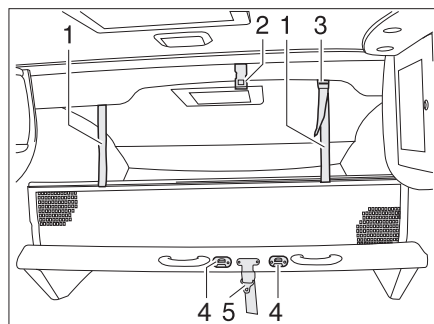

Fig. 158 Lit escamotable manuel
- Verrouiller le lit escamotable au plafond (Fig. 158,2) avec la sangle de sécurité (Fig. 158,5).
- L'échelle de montée doit être accrochée par les deux étriers aux crampillons (Fig. 158,4) se trouvant sur le lit escamotable.
- Faire s'enclencher les sangles de retenue (Fig. 158,1) dans les œillets du plafond (Fig. 158,2).